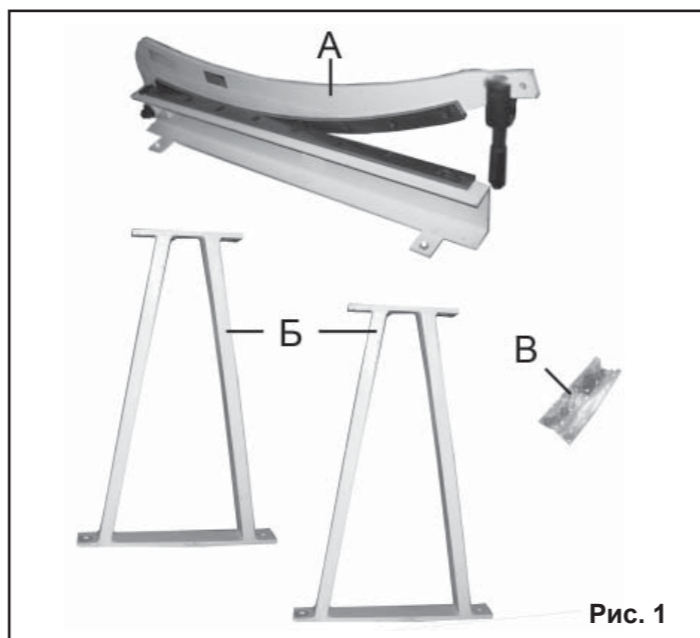
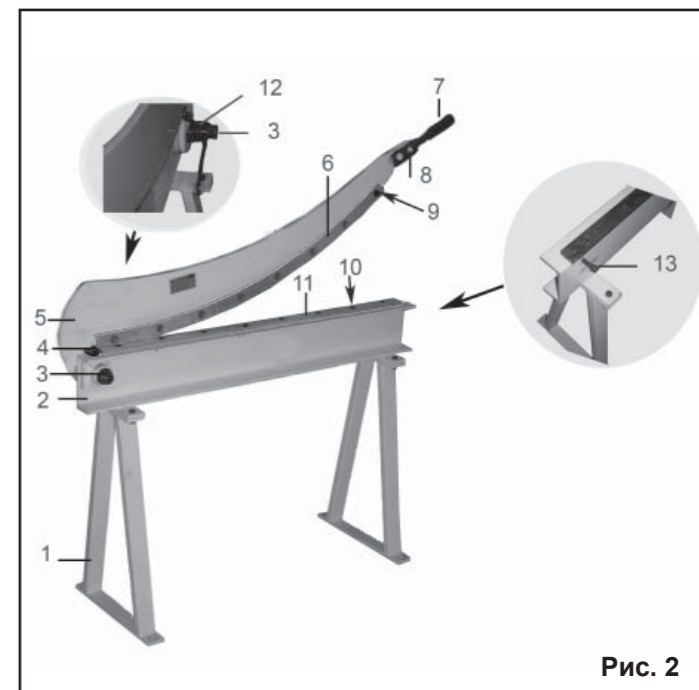

Рис. 1
Рис. 2
3. КОМПЛЕКТНОСТЬ (Рис.1)
6. УСТРОЙСТВО (Рис. 2)
Через четыре отверстия надежно соедините раму (2) с двумя опорами (1) (Рис. 2), используя крепеж В (Рис. 1). Надежно закрепите ручку (7) на рычаге (5) с помощью двух винтов (8) (Рис. 2).
Надежно закрепите станок на прочной и устойчивой рабочей поверхности верстака с помощью болтовых соединений (не комплектуется) через четыре монтажных отверстия в опорах (1) (Рис. 2).
9. РАБОТА (Рис. 2)
10.1.2. Заменяйте изношенные детали по мере необходимости. Следите за состоянием возвратной пружины (12) (Рис. 2).
10.1.3. Рабочие ножи (6) и (11) (Рис. 2) должны быть чистыми, слегка смазанными маслом.
10.1.5. Перед началом работы и после окончания рекомендуется добавить несколько капель масла в зону сопряжения рычага (5) с рамой (2) и осью (3) (Рис. 2).
10.2. Замена ножей (Рис. 2)